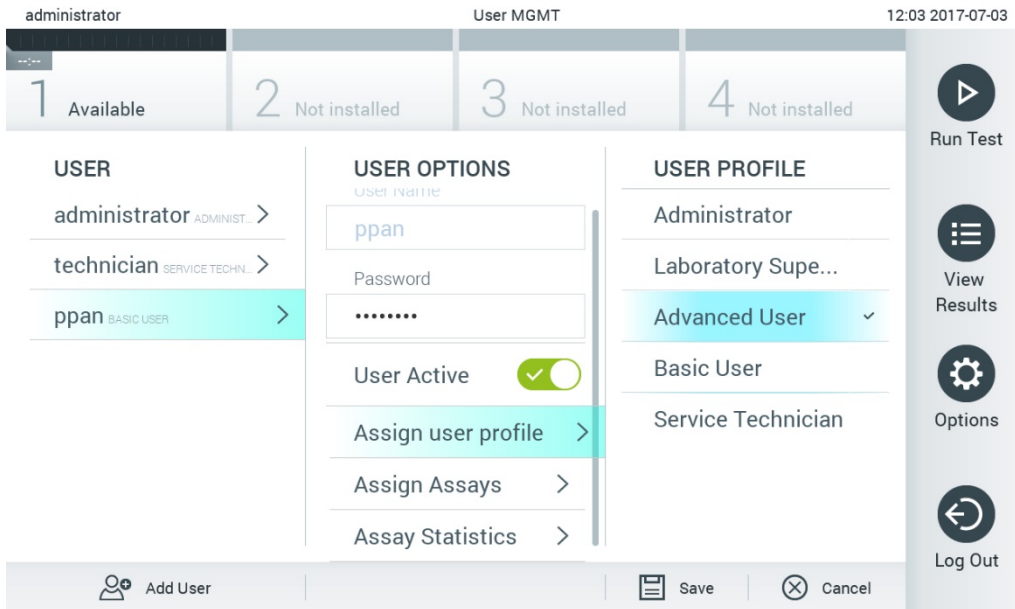

Рис. 60. Назначение пользователям профилей.
- **Assign User Profile** (Назначить профиль пользователя): Позволяет назначить пользователю новый профиль (например, Administrator (Администратор), Laboratory Supervisor (Руководитель лаборатории), Advanced User (Продвинутый пользователь), Basic User (Пользователь базового уровня)). Выберите нужный профиль пользователя в списке в правой части области содержимого (рис. 60 , следующая страница).